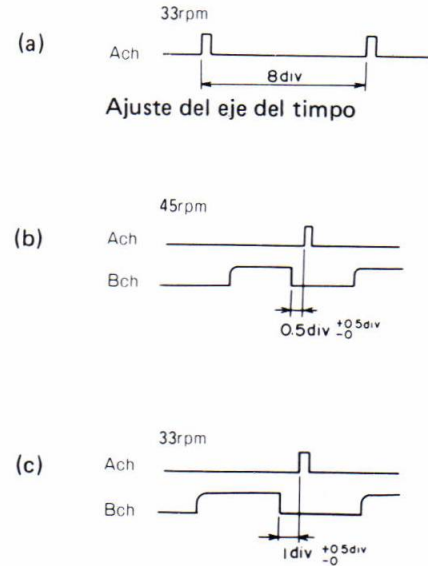

Figura 8-2 Formas de onda de ajuste de la operación del motor
2. Conectar el Ach del osciloscopio de trazas dobles a la unidad de tablero de circuito, al pasador No. 15 de Q3 (PD0008) y GND. Ajustar el eje de tiempo, de manera que la forma de onda de salida sea igual a 8 divisiones en el modo de 33 rpm. Figura 8-2(a).
3. Conectar el Bch del osciloscopio de trazas dobles a Q1 (PA2017) pasador No. 15, y GND. Ajustar el VR2 (45 rpm) de manera que la relación entre las formas de onda de Ach y Bch en el modo de 45 rpm sea como se muestra en la Figura 8-2 (b).
4. Fijar el disco giratorio a 33 rpm y ajustar el VR1 (33 rpm) hasta que la relación entre las formas de onda Ach y Bch sea como se muestra en la Figura 8-2 (c).